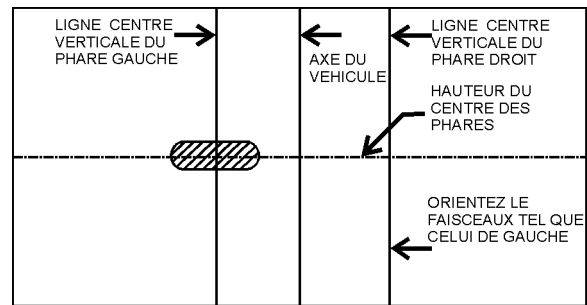

FIGURE 82 : POSITIONNEMENT CORRECT SUR L'ÉCRAN DE LA ZONE LONGUE PORTÉE DES FEUX DE ROUTE
- Les feux de route sont orientés de sorte que le centre de la zone longue portée se trouve à l'horizontale et tout droit à la verticale (Figure 82).